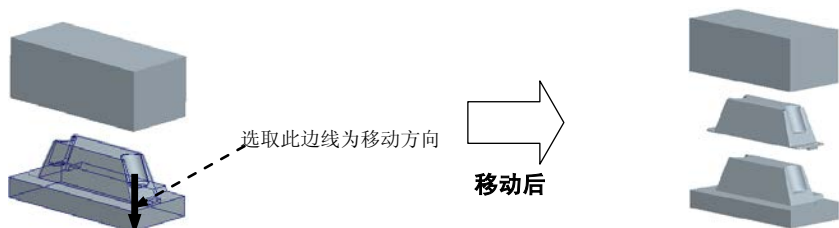

图 12.26 移动下模
Step3. 开模步骤 2：移动下模。参考开模步骤 1 的操作方法选取下模，选取图 12.26 所示的边线为移动方向，输入要移动的距离值 100，按 Enter 键，选择 **Done (完成)** 命令，完成下模的开模动作。